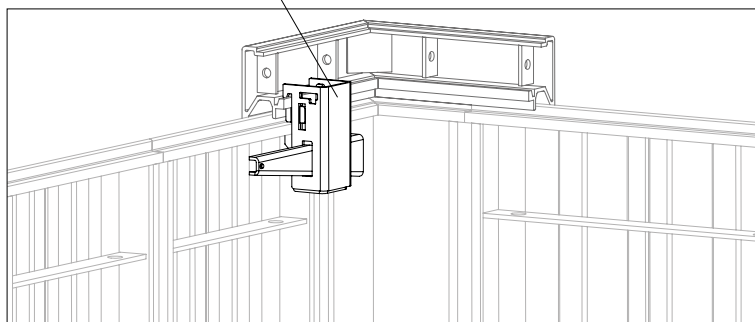

Fig. B2.05
2. Attaccare il giunto UNO Plus (10) dall'alto e inserire delicatamente il cuneo con il martello. (Fig. B2.05)